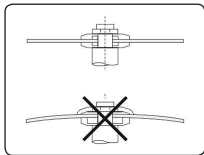

Figura 1
- f) Discos de corte de centro plano deben ser montados en bridas con diámetros y áreas de contacto idénticas. El diámetro mínimo de las bridas debe ser de $\frac{1}{4}$ del diámetro del disco (figura 1).